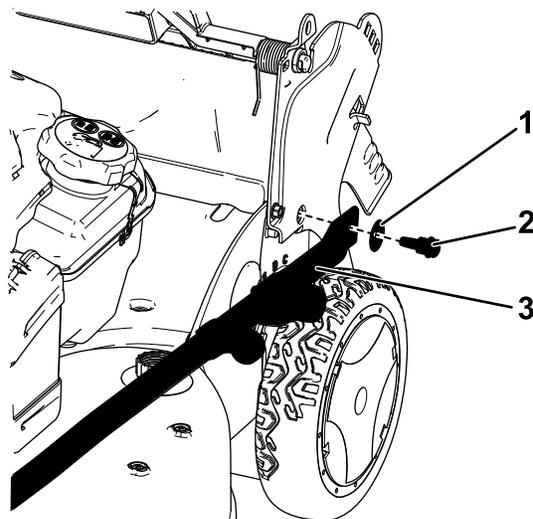

Рисунок 3
2. Присоедините торцевые части рукоятки к машине, установив две шайбы и два болта рукоятки (Рисунок 3), но не затягивайте эти болты.